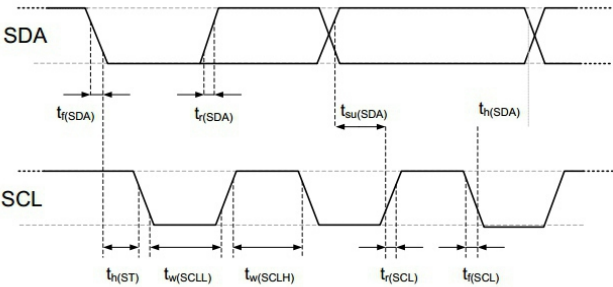

图9 数字输入/输出端的时序图、缩略语在表 8 中进行了解释。较粗的 SDA 线由传感器控制、普通的 SDA线由单片机控制。请注意 SDA 有效读取时间由前一个转换的下降沿触发。
电气特性，如功耗、输入和输出的高、低电平电压等，依赖于电源供电电压。为了使传感器通讯顺畅，很重要的一点是，确保信号设计严格限制在表 7、8 和图 9 所给出的范围内）。
SDA 引脚用于传感器的数据输入和输出。当向传感器发送命令时，SDA在串行时钟（SCL）的上升沿有效，且当 SCL 为高电平时，SDA 必须保持稳定。在 SCL下降沿之后，SDA 值可被改变。为确保通信安全，SDA 的有效时间在 SCL 上升沿之前和下降沿之后应该分别延长至 TSU and THO -参考图 9 。当从传感器读取数据时，SDA 在 SCL 变低以后有效 (TV)，且维持到下一个 SCL 的下降沿。
具体含义在图 9 有所显示，除非另有注明。